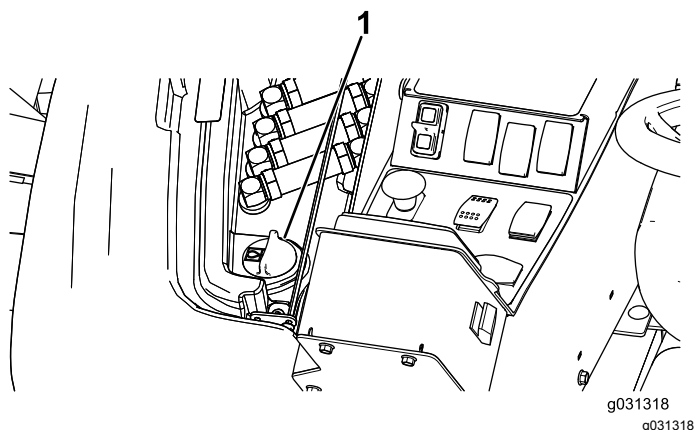

Bild 130
2. Heben Sie rechts an der Maschine die Abdeckung an, um den Hydraulikbehälterdeckel frei zu legen (Bild 130).
3. Reinigen Sie den Bereich um den Füllstutzen und den Deckel des Hydraulikölbehälters (**Bild 130**).